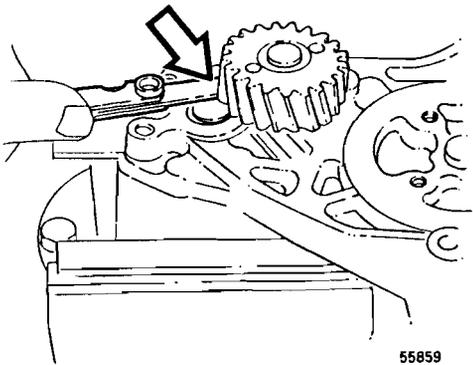

Fig. 213
**NOTA: El juego entre la rueda propulsora y la fijación de la bomba ha de ser de 1,0 ( $\pm 0,5$ ) mm.** Medir con una galga. Al armar, introducir una galga de un espesor de 1,0 mm entre la rueda y la fijación, véase fig. 213.